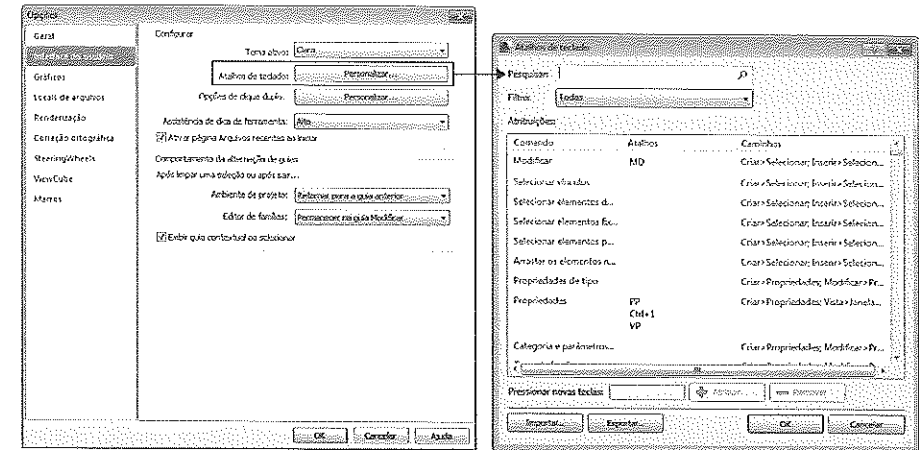

Figura 2.20 – Customização dos atalhos de teclado.
9. Podemos modificar os atalhos de teclado e inserir novos de acordo com as necessidades do usuário. Selecione **Opções** no menu de aplicação e na janela de diálogo, na aba **Interface do usuário** selecione **Atalhos de teclado** e clique no botão **Personalizar**. Você também pode acessar a janela de diálogo **Atalhos de teclado** pelo atalho **KS**, Figura 2.20. Os atalhos de teclado do Revit estão relacionados com as ferramentas em inglês. Desta forma, o atalho para **Paredes** é **WA** e assim por diante.